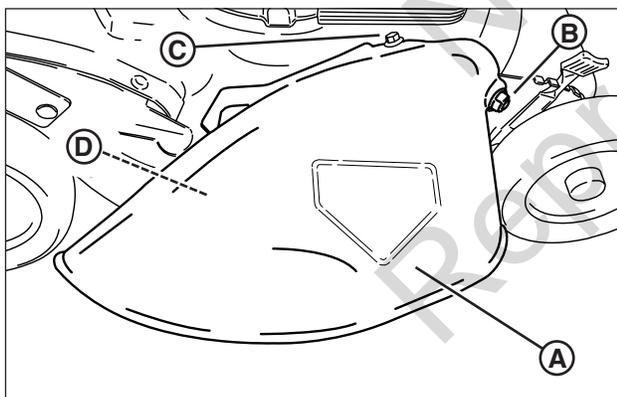

Figure 10: Installation de la goulotte de déflecteur
2. Posez le déflecteur (**A, Figure 10**) sur le plateau à la place du couvercle de déchetage en vous assurant que :